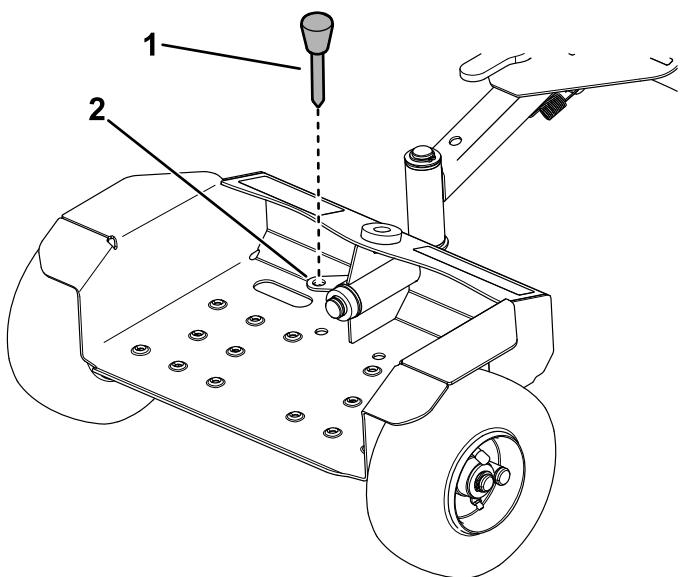

Рисунок 5
- Храните транспортный штифт в пластине штифта, показанной на Рисунок 5.
6. Чтобы опустить прицепную раму на колесном ходу, нажмите на нее вперед, потяните назад фиксатор и с помощью рукоятки опустите прицепную раму на колесном ходу. Извлеките транспортный штифт и вставьте его для хранения в пластину штифта (Рисунок 5).